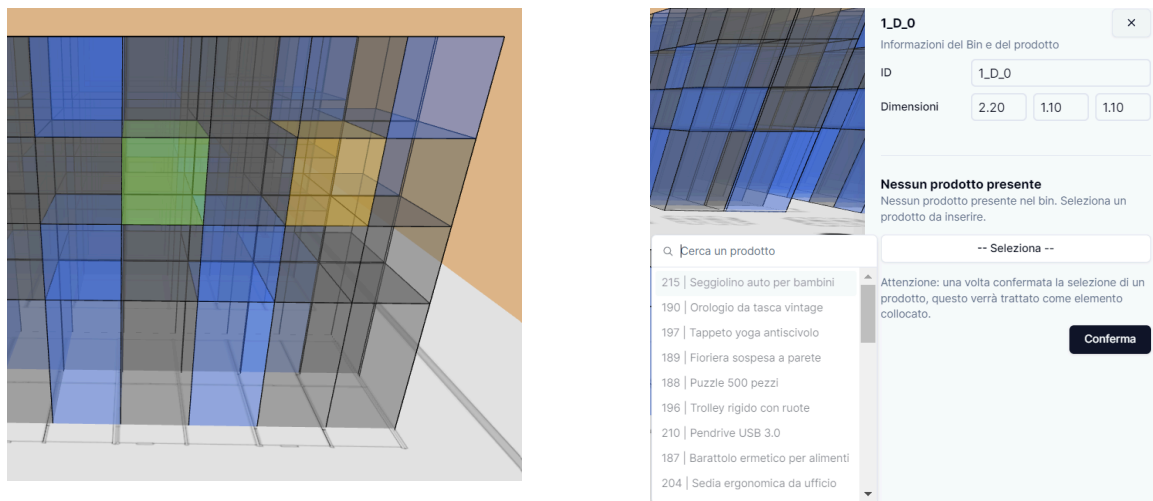

Figura 18: Spostamento prodotti con drag and drop (sinistra), menù spostamento prodotti non collocati (destra)
In basso a destra nello schermo, una notifica avviserà della possibilità o meno di effettuare lo spostamento. In caso di esito positivo, i bin_G di partenza e di arrivo verranno evidenziati rispettivamente in giallo e verde, come rappresentato in Figura 18
- nel menù che apparirà (Figura 18), premere il pulsante **Seleziona**;